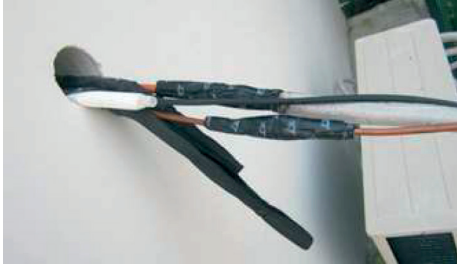

Fig. 4.12
- Enveloppez les raccords rapides avec les garnitures d'insonorisation, tassez les garnitures solides le plus fermement possible dans la Fig.4.12.